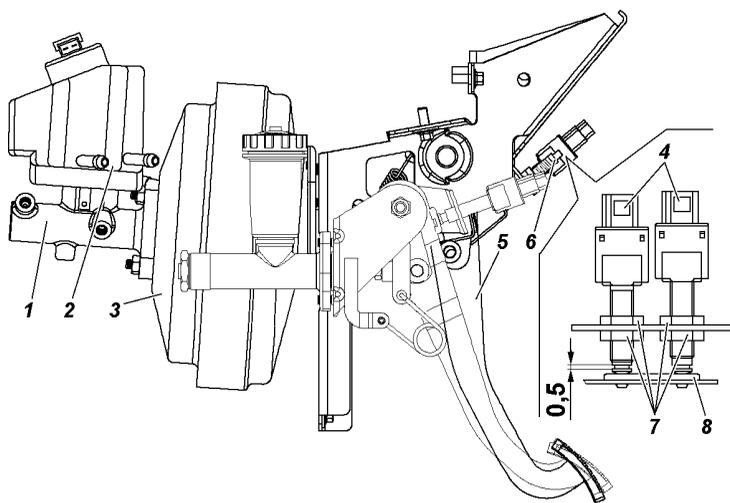

Рис. 9.36. Привод главного тормозного цилиндра:
**Свободный ход педали тормоза** при необходимости регулируйте вращением регулировочного винта 6 (рис. 9.36). Свободный ход педали должен быть 5-8 мм. После регулировки затяните гайку винта с моментом 14 - 18 Н · м (1,4 - 1,8 кгс · м).